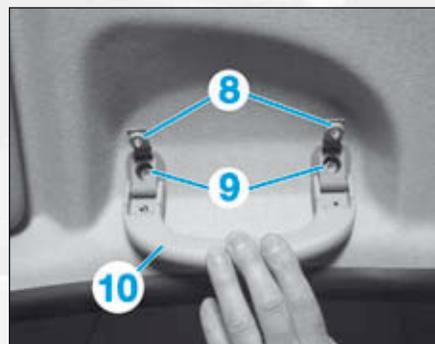

FIG.43
- Dégrafer les obturateurs ou les caches articulés (8) des fixations des poignées de maintien (selon équipement) (Fig.43).
- les vis (9),
- les poignées de maintien (10),